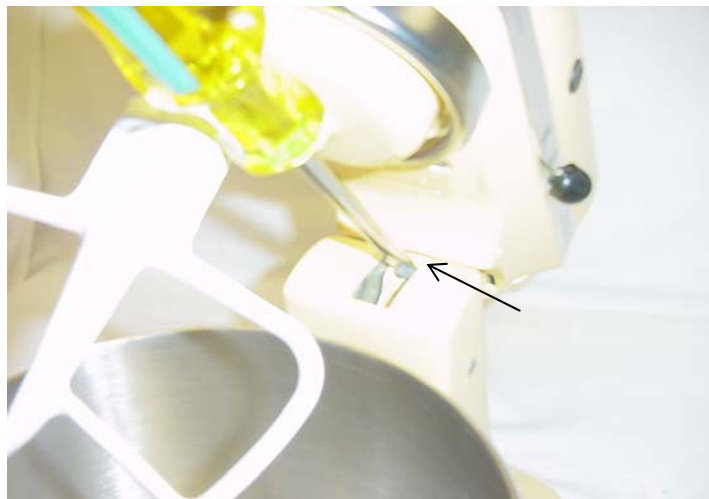

Abb. 83: Einstellschraube zur Einstellung des Abstands zwischen Flachrührer und Schüssel.
H. Mit montierter hinterer Abdeckung Drehzahlen erneut prüfen, um sicherzustellen, dass sich die Steuerplatte nicht verstellt hat. Schüssel einsetzen und Flachrührer montieren. Zwischen Flachrührer und Schüsselboden soll etwa 1/16" Abstand vorhanden sein. Ist der Rührer zu nah an der Schüssel, Einstellschraube entsprechend herausdrehen; ist der Abstand zu groß, Schraube hineindrehen (Abb. 83). Die Maschine ist nun betriebsbereit.